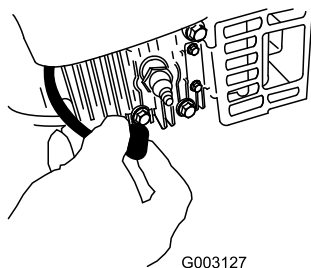

Рисунок 32
2. Отсоедините провод от свечи зажигания (Рисунок 32), прежде чем выполнять любые процедуры технического обслуживания.